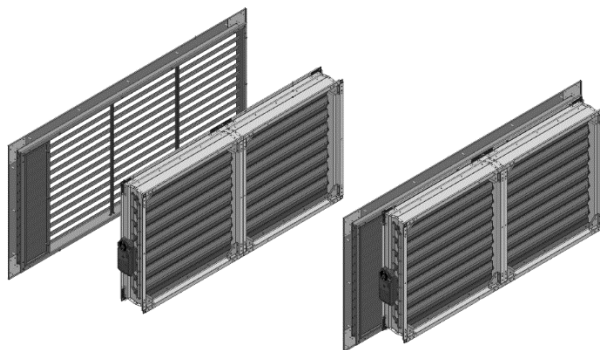

Рисунок 3
******Типова модифікація за бажанням замовника додавання повітряної решітки. Див. Рис.3**